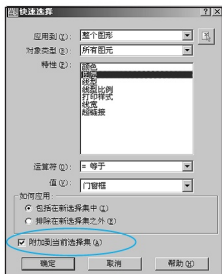
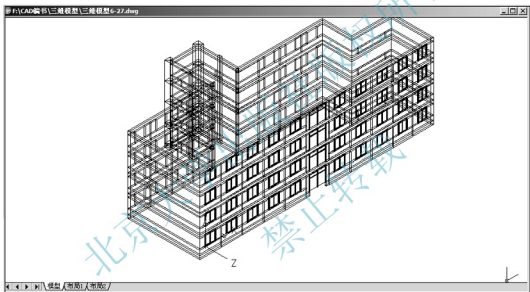

图 6.29 利用【快速选择】对话框选择门窗框
图 6.30 阵列生成 2 ~ 4 层
(4) 重复执行【快速选择】命令，按照图 6.29 所示设置对话框，然后单击【确定】按钮关闭对话框，这样就选中了所有的门窗框三维图形。
(5) 反复执行【快速选择】命令，依次选择柱子和玻璃三维图形。
(6) 在命令行输入“AR”后按 Enter 键，打开【阵列】对话框，将对话框参数设定为 4 行、1 列、行偏移为 3300，结果如图 6.30 所示。